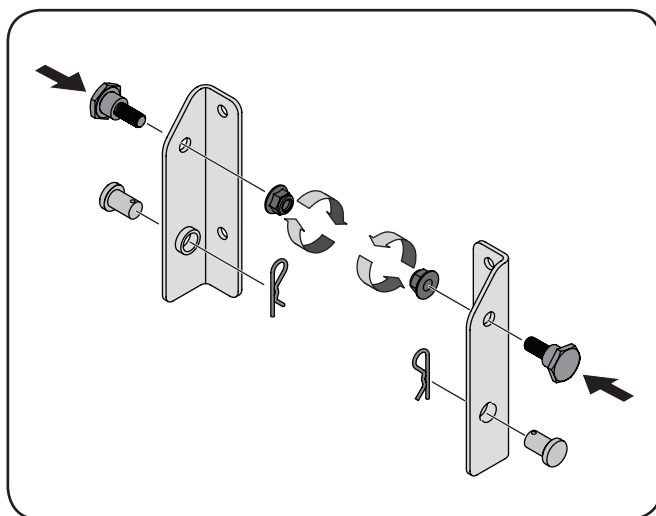

Figure 4-1
1. Si ce n'est pas déjà fait, installez un boulon à épaulement (fourni dans la trousse de quincaillerie) sur chaque support et fixez-les avec les contre-écrous à épaulement également compris dans la trousse de quincaillerie. Consultez la Figure 4-1.
2. S'ils sont déjà installés dans les supports, retirez les broches et les axes à épaulement, et conservez-les pour les instructions ultérieures. Consultez la Figure 4-1.